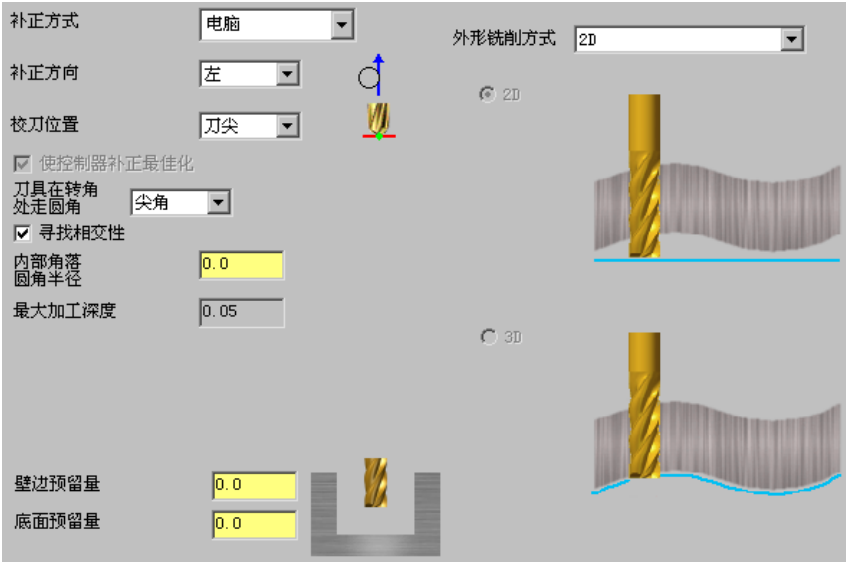

图 7.19 “切削参数”参数设置界面
Step9. 设置切削参数。在“2D 刀具路径 - 外形铣削”对话框中的左侧节点列表中，单击 **切削参数** 节点，设置图 7.19 所示的参数。